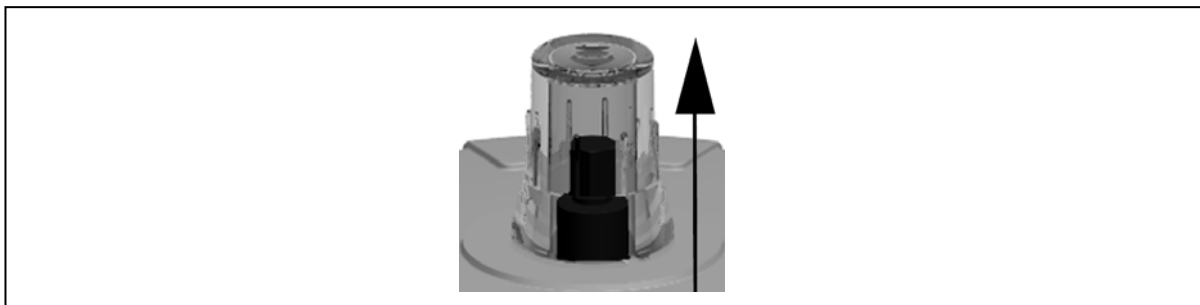

Fig. 12
- ▶ Mueva la válvula a la posición de "abierto", véase Fig. 12
- ▶ Mueva la válvula a la posición de “abierto”, véase Fig. 12